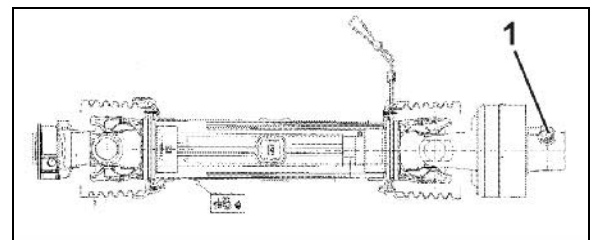

Fig. 27
2. Sæt kardanakslen på gearindgangsakslen, og fastgør den aksialt med skruen (Fig. 27/1).